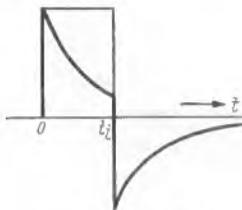
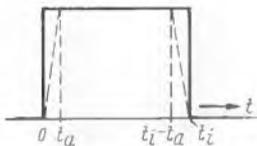

Bild 12. Impulsform für die Berechnung nach 6.2
Bild 12a. Impuls mit abgeschrägten Flanken zur Näherungsrechnung von Abschnitt 6.2
6.2.1. wenn der betrachtete Zeitpunkt zwischen $t = 0$ und $t = t_i$ liegt, also $0 < t < t_i$ (Bild 12):
6.2.2. wenn $t > t_i$ ist (Bild 12)
u_e steht. Nun ist aber nach Bild 12 $\frac{du_e}{dt}$ über die gesamte Impulslänge gleich null, und im Zeitpunkt $t = 0$ unendlich groß. Man arbeitet in diesem Fall mit einer Hilfsbetrachtung, d. h. man rechnet (Bild 12a) mit einem endlichen Anstieg von 0 bis u_e in der Zeit t_a und läßt dann t_a zu Null gehen.